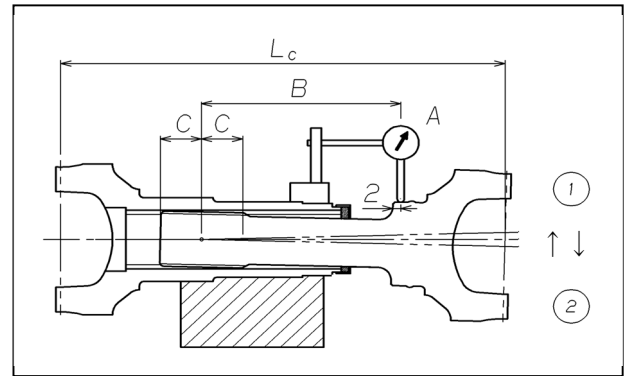

図 1 1 スプライン部 直径方向の遊び
(2) 回転方向の遊び(オス・メスの組合せのバックラッシュ) (図 1 2)